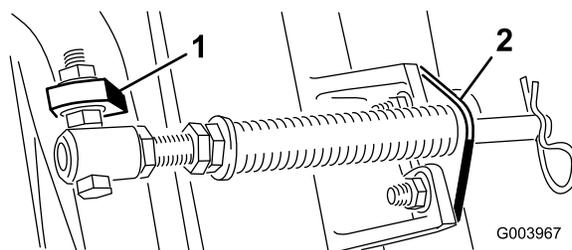

Figura 10
- C. Monte o parafuso no tubo da mola no separador oposto na estrutura de suporte e prenda com a porca flangeada. A cabeça do parafuso deve ser colocada no lado de fora do separador conforme ilustrado em Figura 10.